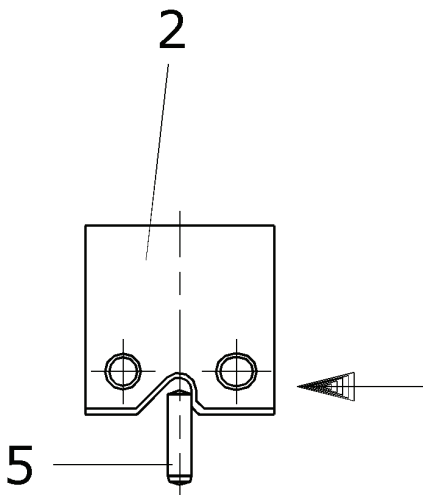

Abb. 3
7. Profilschneide leicht gegen den Positionierstift (5) drücken (s. Abb. 3).